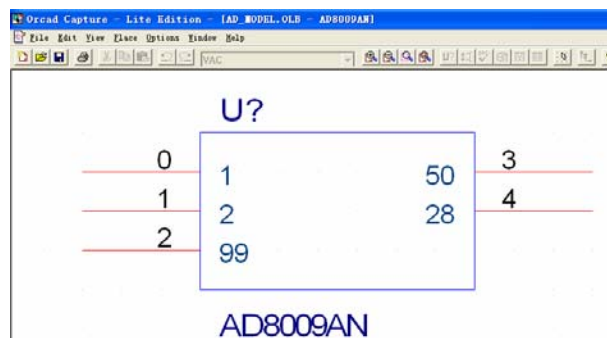

图 4.2.4 元件符号编辑窗口
c. 为了编辑某器件的符号，在 Library Editor 窗口中双击该器件，例如，选择器件 AD8009AN，Part Symbol 窗口将打开，如图 4.2.4 所示。你可以用 Capture 的编辑工具修改器件符号，注意：精确画图时按下 Snap to grid 工具  按钮。图中引脚的名字是根据图 4.2.2 中的指定生成的。